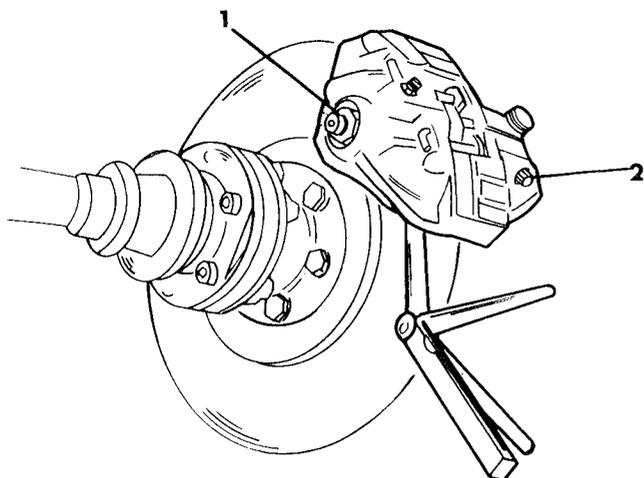

Bild 189
- Jeder Bremssattel besitzt zwei Einstellschrauben für die Bremsklötze, die an den in Bild 189 gezeigten Stellen sitzen. Die Kontermuttern dieser Schrauben lockern und die beiden Schrauben zurückstellen. Dadurch wird der Kolben in seine Bohrung zurückgestellt. Die Einstellschrauben sind mit Abdeckkappen verschlossen, welche vorher zu entfernen sind.